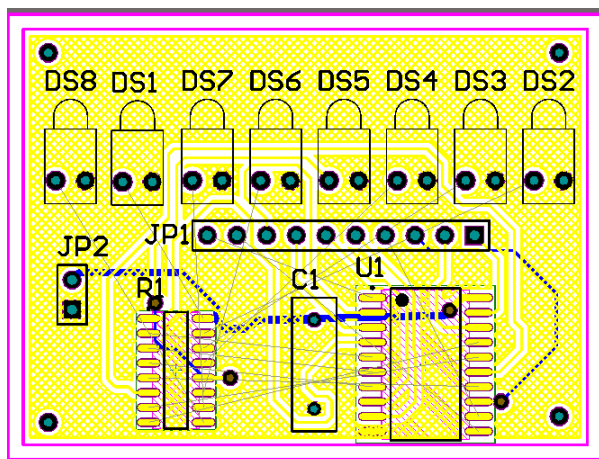

图 9-68 覆铜结果
Step12 设置完毕单击“确定”按钮，进入绘制覆铜区域的命令状态。移动光标至电路板边缘，沿着电路板的边界绘制一个封闭区域，系统将在该封闭区域内根据有关的设计规则则为地线网络覆上铜箔。覆铜结果如图 9-68 所示。